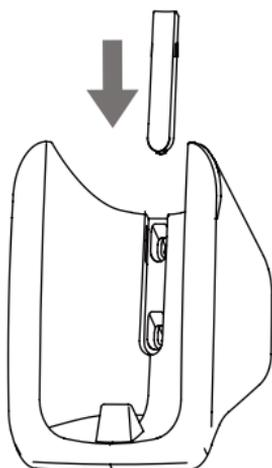

Figura 2.4
2) Coloque la tapa del tornillo en la tapa del soporte situada en la parte superior de los tornillos (consulte la figura 2.4).